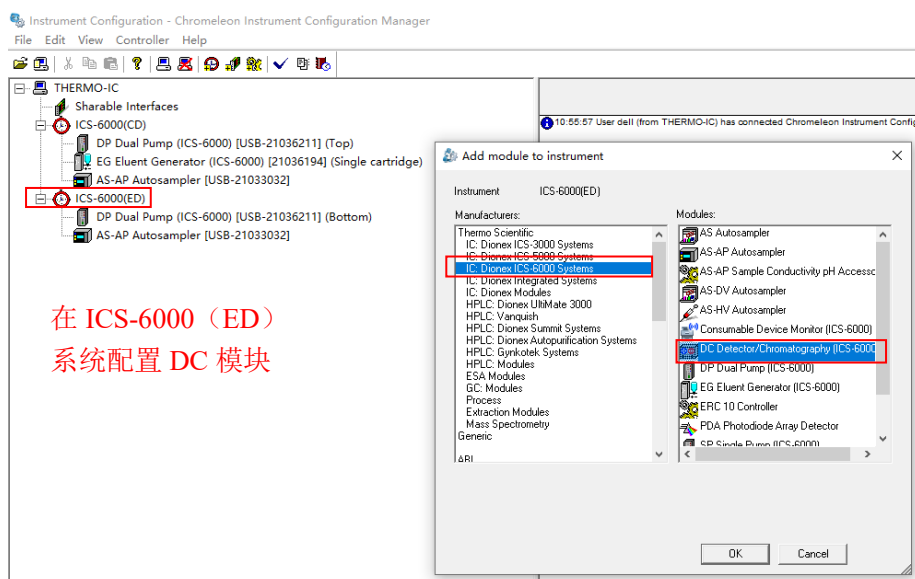

图 2 阳离子系统DC Detector配置
Step1. 如图2，若CD检测器配置在ICS-6000（CD）系统中，则首先删除该系统中的CD Detector模块。随后，在ICS-6000(ED)系统中配置DC Dector模块。